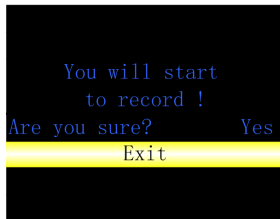

Figura 5.6 Menú de configuración de registro
- 1) Cuando "Registro" está en "OFF" (APAGADO), selecciónelo para entrar en el menú de configuración de registro como se muestra en la Figura 5.6. El mensaje de aviso "You will start to record! (¡Comenzará a registrar!)" "Are you